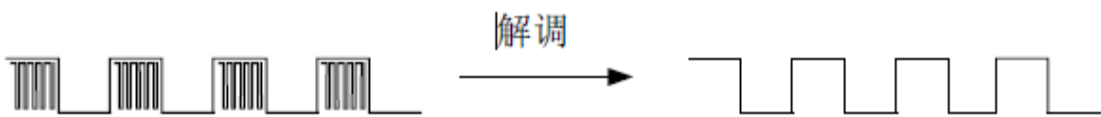
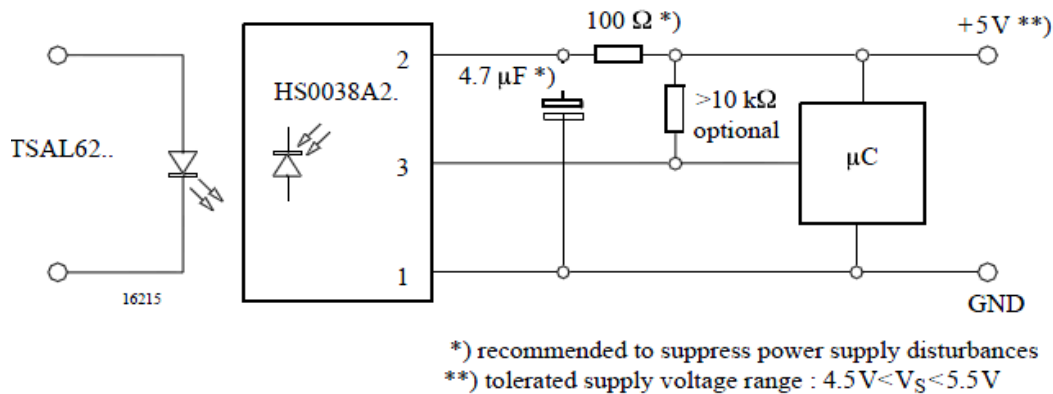

图 5 二进制码的解调
图 6 HS0038 的应用电路
(2) 红外接收需先进行解调，解调的过程是通过红外接收管进行接收的。其基本工作过程为：当接收到调制信号时，输出高电平，否则输出为低电平，是调制的逆过程（图 5 解调）。HS0038 是一体化集成的红外接收器件，直接就可以输出解调后的高低电平信号；红外接收器 HS0038 的应用电路（图 6）。